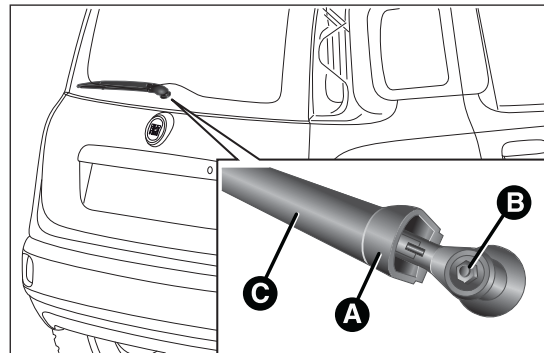

fig. 159
- ☐ levantar la tapa A fig. 159, aflojar la tuerca B y retirar el brazo C;